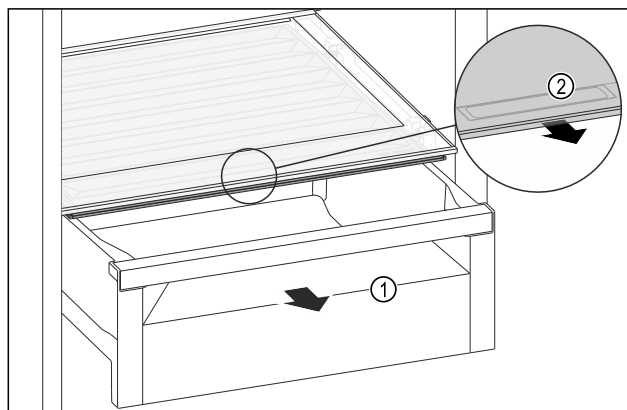

Fig. 108
- Schuifvak Fig. 108 (1) uittrekken.
- Greeplijst Fig. 108 (2) op het vakdeksel vastpakken en het vakdeksel gelijktijdig naar voren trekken.